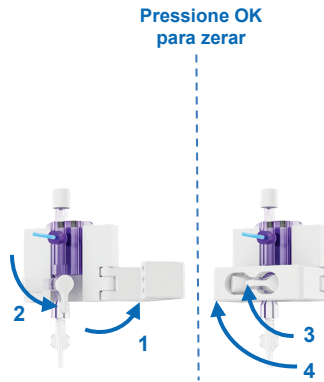

Figura 25 Zerar o sensor de pressão
- Abra o suporte do sensor de pressão para acessar a válvula no sensor de pressão (Figura 25; etapa 1). Conforme instruído no visor (veja abaixo), gire a válvula no sensor de pressão para baixo para abrir o sensor e medir a pressão atmosférica (etapa 2).
- No menu da unidade da bomba, pressione o botão OK para zerar o sensor para a pressão atmosférica. A etapa para zerar a pressão levará 8 segundos (veja a Figura 25).
- Gire a válvula do sensor de pressão de volta para a posição horizontal (veja a Figura 25; passo 3 e a **Error! Reference source not found.**) e feche o suporte do sensor de pressão para proteger a válvula de aberturas acidentais (passo 4). Pressione OK na unidade de bombeamento para continuar.
- Caso o Liver Assist não consiga determinar se o sensor de pressão está devidamente conectado ao circuito de perfusão, verifique se a válvula do sensor de pressão está na posição horizontal (veja a Figura 25, passo 3). Pressione OK se a válvula do sensor de pressão estiver na posição horizontal.